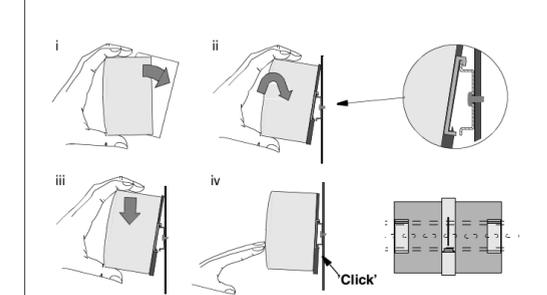

Fig. 2
'Back-up Threshold' (Limiar de backup) (v. fig. 2)	• típico 0,31s (22,5V/20A) ou 43s (22,5V/100mA)
• Auf Tragschiene aufschrauben (vgl. Fig. 2)	i) Gerät leicht nach hinten kippen ii) Gerät auf Tragschiene aufsetzen iii) Bis zum Anschlag nach unten schieben iv) Unten gegen die Vorderseite drücken, um zu verriegeln v) Leicht am Gerät rütteln, um Verriegelung zu überprüfen.
• Snap on support rail (vgl. Fig. 2)	i) Tilt the unit slightly rearwards. ii) Fit the unit over top hat rail. iii) Slide it downward until it hits the stop. iv) Press against the bottom front side for locking. v) Shake the unit slightly to check the locking action